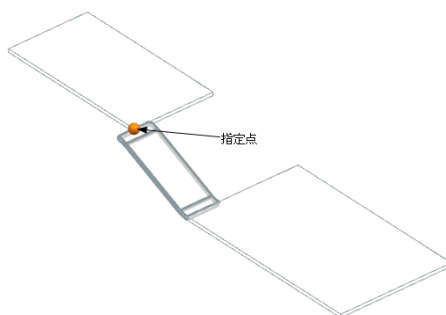

图 10-20 “对称”示意图
(2) 对称：在指定点的两边创建相同宽度的桥接折弯，示意图如图 10-20 所示。